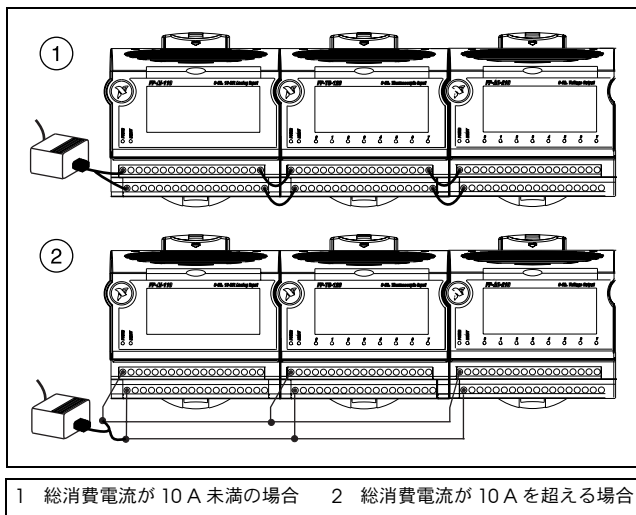

図 9. 10 A 未満および 10 A を超える消費電流に電源を接続する
- V 端子および C 端子へ流れる電流の合計は 10 A に制限されなければなりません。複数のモジュールのフィールドデバイスに外部電源が 1 つしかない場合は、図 9 のように、電源を V 端子と C 端子に配線します。